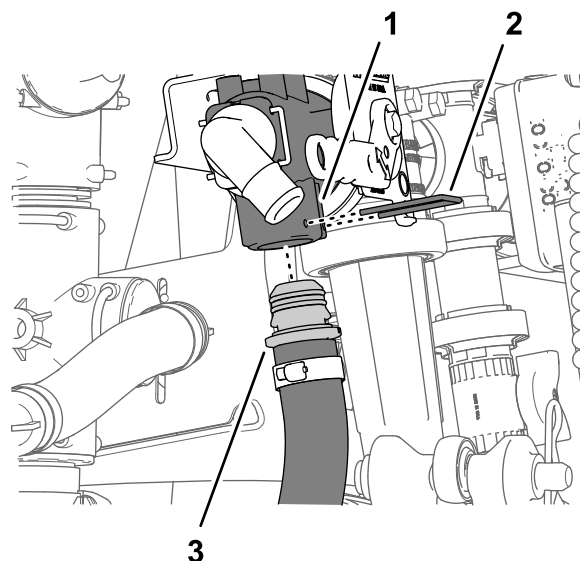

Bild 226
3. Fluchten Sie das 90°-Anschlussstück des Druckschlauchs (Toro Bestellnummer 131-9648) mit dem offenen Anschluss des T-Anschlussstückes an der Sprühpumpe aus und setzen Sie das 90°-Anschlussstück ein, bis es fest im T-Anschlussstück sitzt (**Bild 226**).
4. Fluchten Sie das gerade gezahnte Anschlussstück des Druckschlauchs (Toro Bestellnummer 131-9648) mit dem unteren Anschluss des Flüssigkeitsabstellventils aus und setzen Sie das gerade Anschlussstück ein, bis es fest im Ventil sitzt (**Bild 226**).